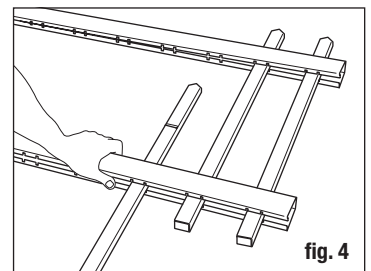

fig. 4
- Continuez ce processus jusqu'à ce que tous les piquets soient insérés dans les traverses, les languettes et les encoches alignées (fig. 4).
- En maintenant le support en place, fixez une vis dans l'un des trous oblongs. Placez la vis à l'extrémité de la fente la plus proche de la façade de fixation du support (fig. 4).
- Continúe este proceso hasta que todas las estacas queden insertadas en los pretiles, con las pestañas y las muescas alineadas (fig. 4).
- Mientras sostienes el soporte en su lugar, instala un tornillo en uno de los orificios ranurados. Coloca el tornillo en el extremo de la ranura más cercano a la cara de montaje del soporte (fig. 4).